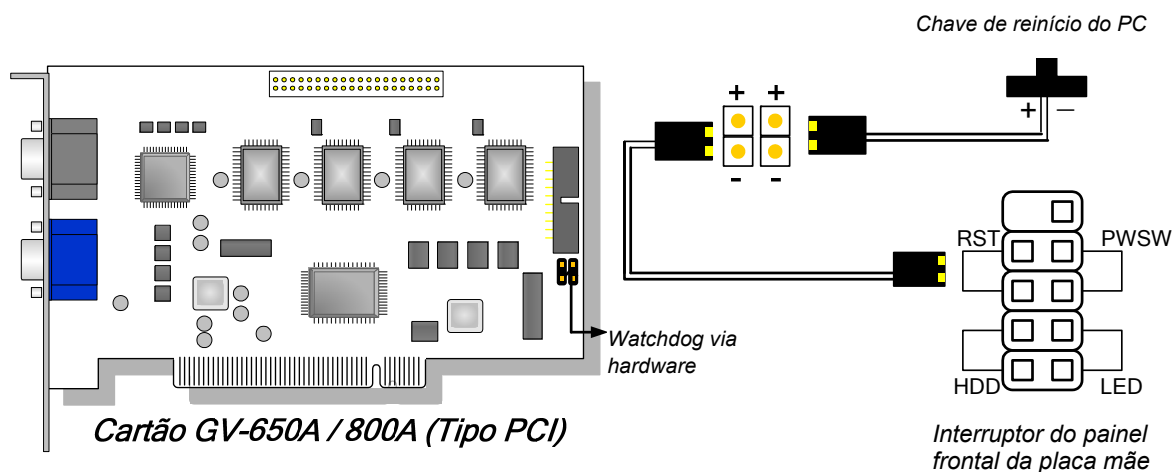

Figura 1-28
- **Conexão de Watchdog de hardware:** Conecte o fio de ligação direta Watchdog de hardware à Placa Principal apenas (Figura 1-28).